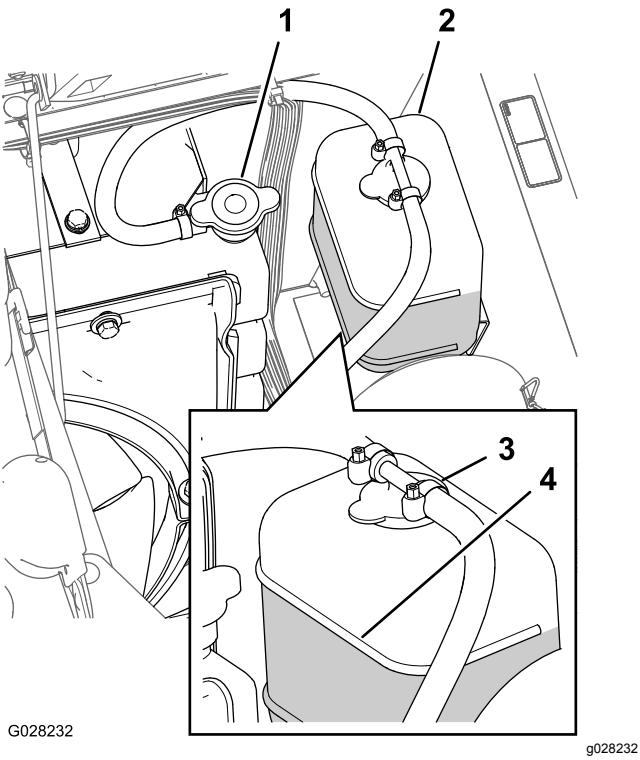

Figure 92
3. Retirez le bouchon du radiateur et le bouchon du vase d'expansion avec précaution (Figure 92).
- Remarque:** Le radiateur doit être rempli jusqu'en haut du goulot de remplissage et le vase d'expansion jusqu'au repère maximum (Figure 92).
5. Si le niveau de liquide de refroidissement est trop bas, enlevez le bouchon du vase d'expansion et le bouchon du radiateur. Remplissez le vase d'expansion jusqu'au repère maximum, et le radiateur jusqu'en haut du goulot de remplissage (Figure 92).
6. Remettez en place les bouchons du radiateur et du vase d'expansion (Figure 92).
2. Laissez refroidir le moteur puis retirez le bouchon du radiateur (Figure 92).
6. Retirez le bouchon de radiateur (Figure 92).
8. Démarrez le moteur en ayant serré légèrement le bouchon sur le radiateur (Figure 92).
10. Une fois le liquide de refroidissement chaud, faites l'appoint jusqu'à la surface d'étanchéité du bouchon et serrez ce dernier (Figure 92).
11. Ouvrez le bouchon du vase d'expansion et versez du liquide de refroidissement jusqu'au niveau à froid (Figure 92).